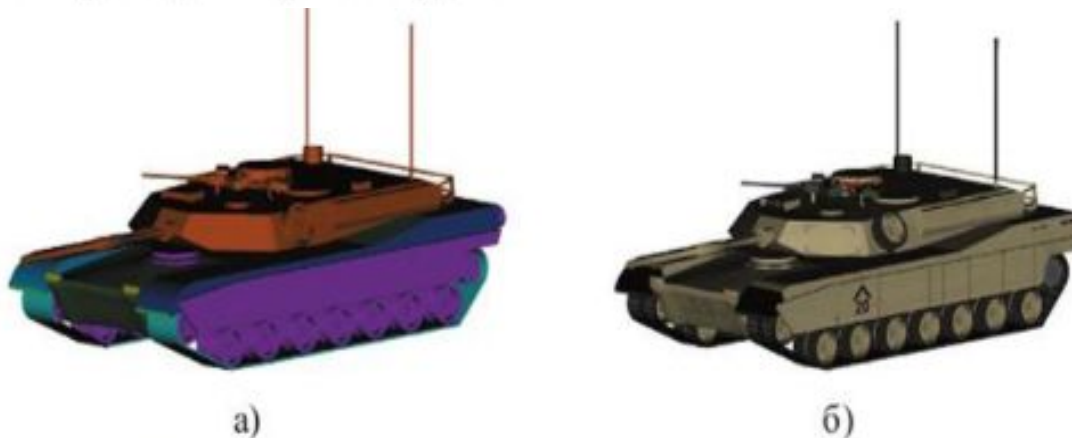

Рисунок 6.23 3D-модель без текстур (а) и 3D-модель с текстурами (б)
**Текстура** – это растровое изображение, накладываемое на поверхность полигональной модели для придания ей цвета, окраски или иллюзии рельефа (рисунок 6.23). Использование текстур позволяет воспроизвести малые объекты поверхности, создание которых полигонами оказалось бы чрезмерно ресурсоемким. Например, шрамы на коже, складки на одежде, мелкие камни и прочие предметы на поверхности стен и почвы.